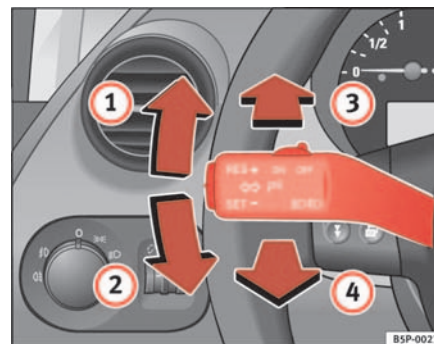

Abb. 79 Blinker und Fernlichthebel
⇒ Seite 115, Abb. 79 **1**, um **rechts** zu blinken, bzw. nach unten
- Drücken Sie den Hebel nach vorne ⇒ Seite 115, Abb. 79 **3**, um das Fernlicht einzuschalten.